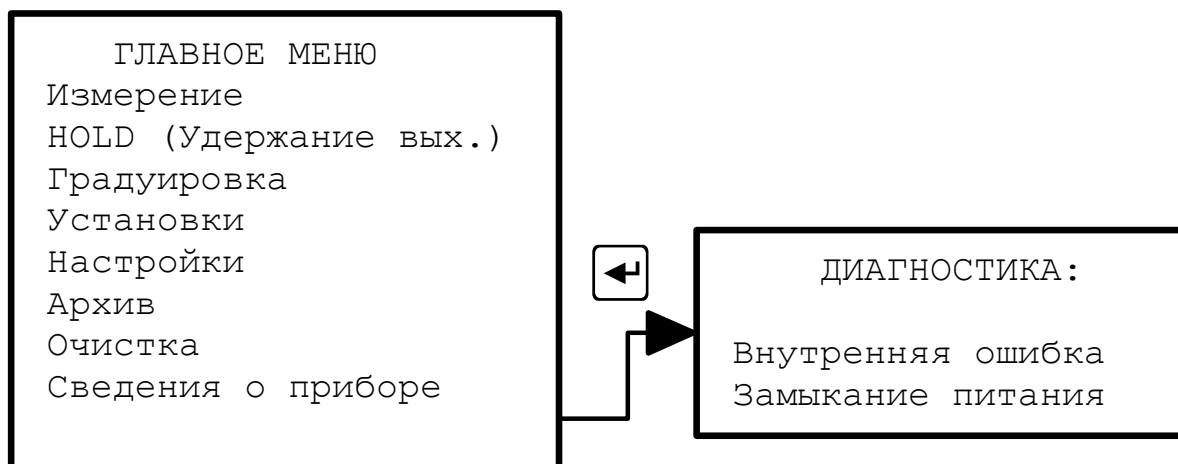

Рисунок 25 - Выбор режима «Диагностика»
**3.3.9.1** В этом режиме можно протестировать подключение датчика на предмет замыкания питания и неисправности анализатора в целом (смотри Рисунок 25).